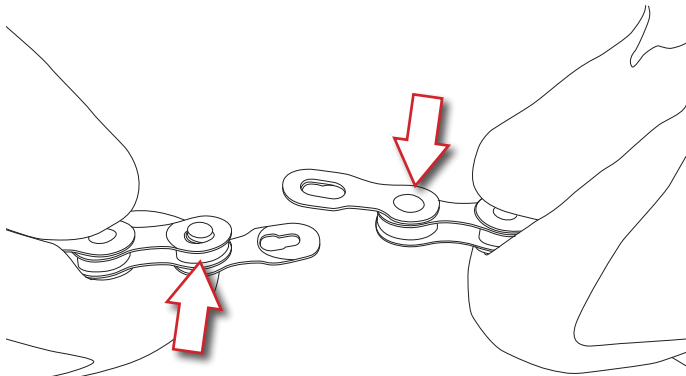

Abb.7
- Setzen Sie jeden Stift des C-Link™ in die beiden freien Bohrungen der Innenglieder der Kette ein (Abb. 7).